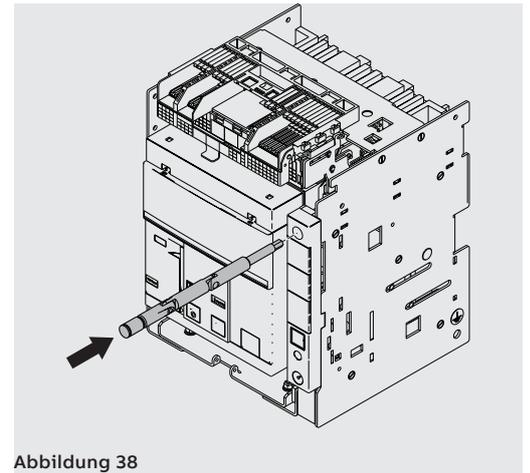

Abbildung 38
9. Die Handkurbel in ihren Ruhesitz zurückstecken. Siehe Abbildung 38.